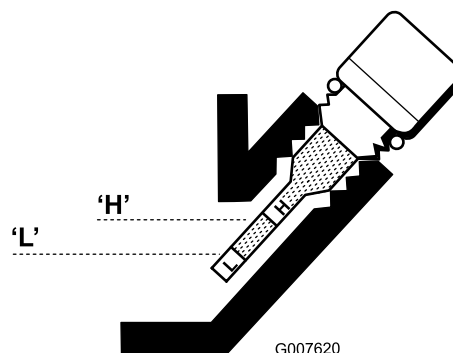

Figura 20
5. Se il livello è basso, rabboccate soltanto fino a raggiungere la posizione intermedia tra H e L sull'asta di livello (Figura 20). **Non riempite troppo.**